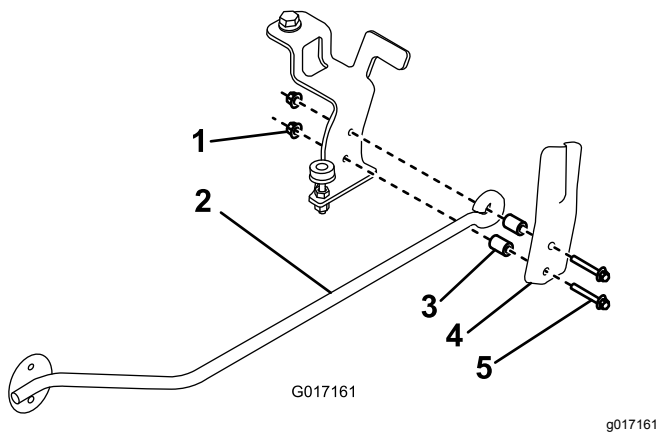

Figura 3
5. Monte un muelle y una varilla en el soporte del cepillo con (2) pernos (M6 x 40 mm), espaciadores y contratuercas (M6), tal y como se muestra en la Figura 3.